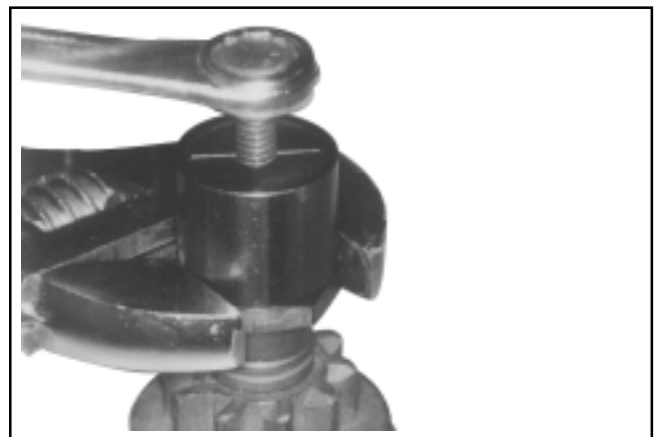

Figura 7-14. Sujeción de la herramienta y giro del tornillo central (sentido de las agujas del reloj) para extraer el anillo de retención.
4. Apriete el tornillo central de la herramienta de desmontaje hasta que note resistencia. Utilice una llave inglesa (de 1 1/8" o regulable) para sujetar la base de la herramienta de desmontaje. Con otra llave inglesa o llave de tubo (de 1/2" o 13 mm), gire el tornillo central en el sentido de las agujas del reloj (ver Figura 7-14). La resistencia contra el tornillo central le indicará cuándo ha salido el anillo de retención de la ranura del eje del inducido.